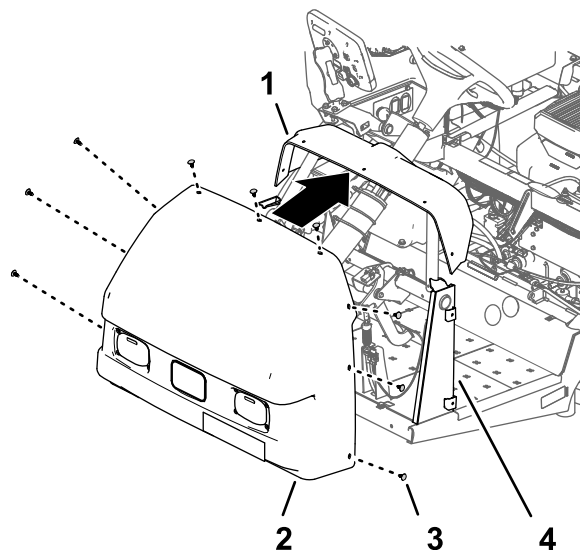

Рисунок 213
1. Совместите отверстия в капоте с отверстиями в приборной панели и раме машины (Рисунок 213).
2. Прикрепите капот к приборной панели и раме с помощью 9 вставных держателей (Рисунок 213).